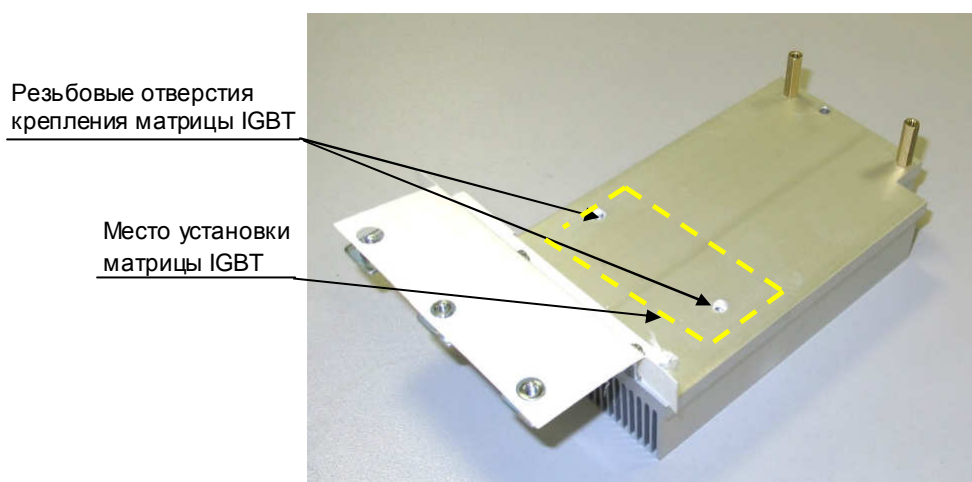

Рис. 7.1
8.1.1. Взять несущее основание модуля ПЧ, положить на рабочий стол (рис. 7.1). При необходимости, удалить с поверхности радиатора остатки теплопроводного компаунда салфеткой, смоченной СБС.